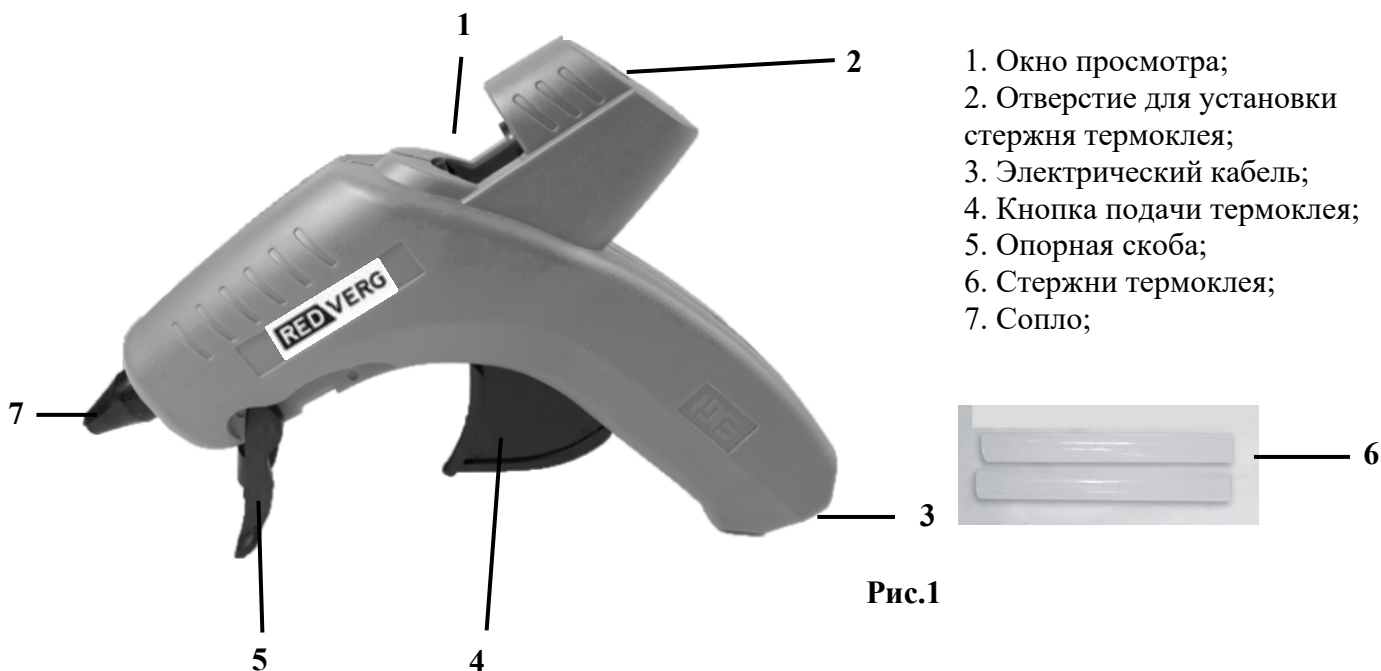

Рис.1
- Прикрутите сопло (7). Вставьте опорную скобу (5) в отверстия держателя (рис.1) с обеих сторон термоклеевого пистолета.
- Сопло (7) (рис.1) можно менять только в разогретом состоянии.